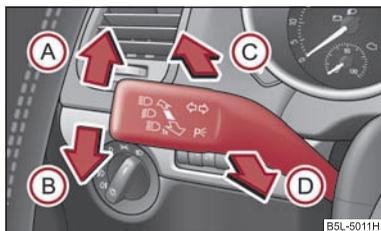

Fig. 43 Leva indicatori di direzione e abbaglianti
- Premere la leva di comando verso l'alto (A) o verso il basso (B) ⇒ fig. 43 (B).